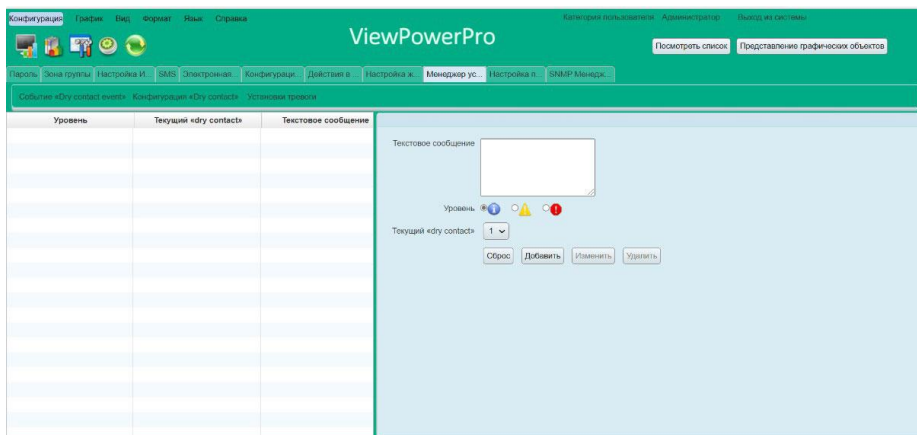

Рисунок 5-11
- Dry contact event/Событие сухого контакта: доступен выбор события и его уровня. После добавления события можно настроить и установить аварийный сигнал. См. рисунок 5-11.